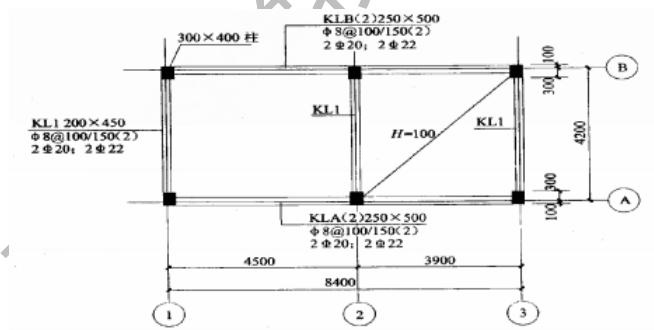

图 2-9 楼层结构平面图
如下结构图 2-9 所示, ②~③轴有现浇楼板, 板厚 100mm, ①~②轴无现浇板。已知各框架柱断面均为 300mm×400mm, 柱混凝土强度等级为 C25, 四周梁外边与柱外边重合, ②轴柱中心与轴线重叠。②轴梁与柱中心重叠, 梁板混凝土强度等级为 C20, 混凝土采用现场搅拌非泵送卵石混凝土。试计算梁的清单工程量, 并填写分部分项工程和单价措施项目清单与计价表。